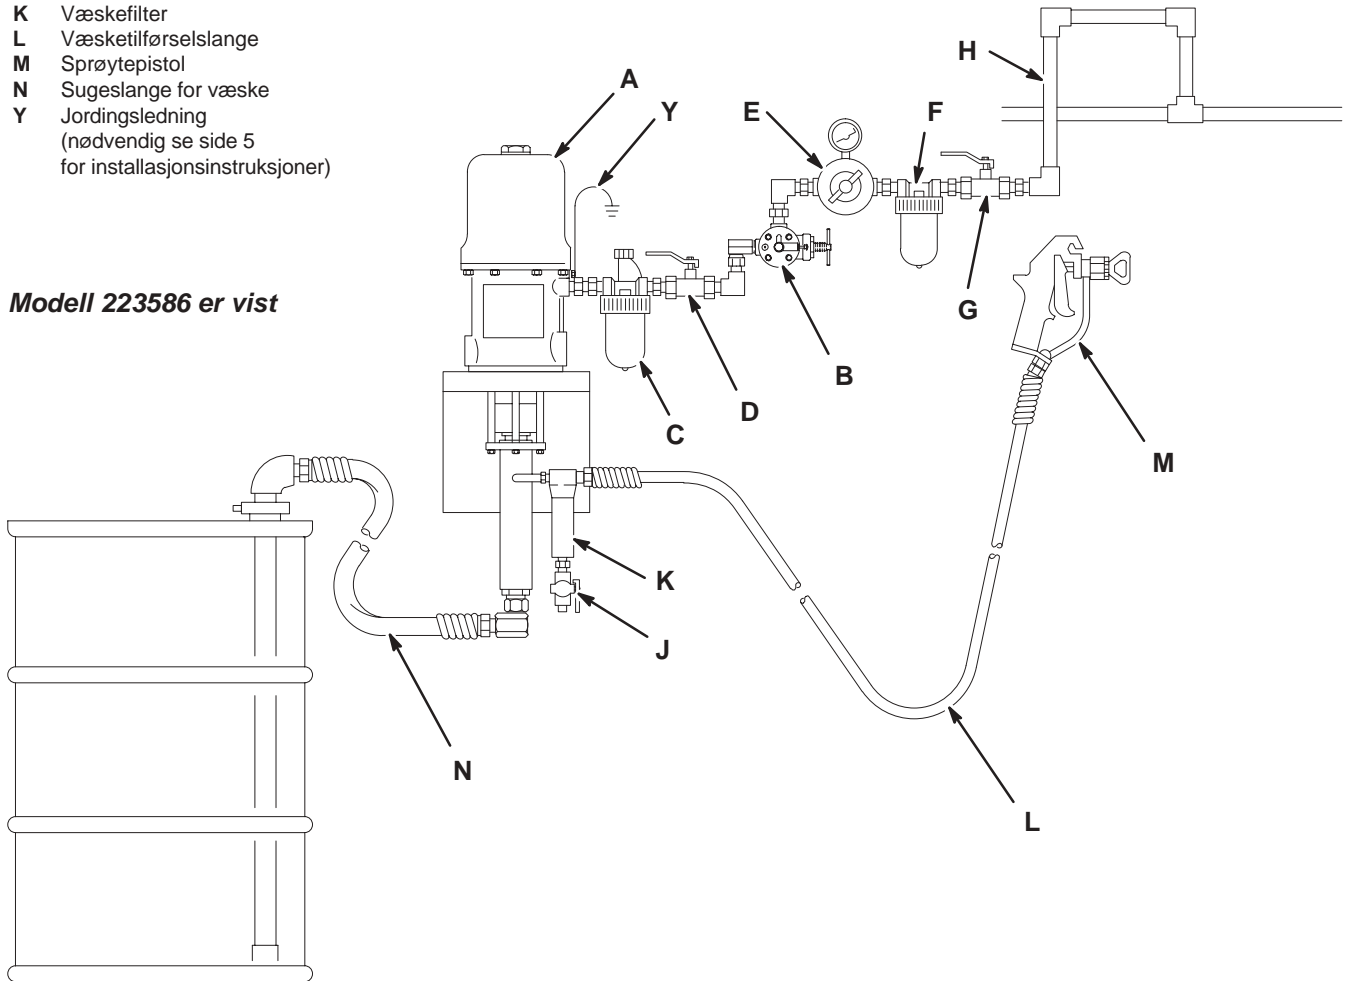

Fig. 2
Fig. 2 er kun en veiledning for valg og installasjon av deler og tilbehør i systemet. Henvend deg til din Graco-forhandler for å få hjelp til å skreddersy et system som passer til ditt spesielle formål.
Se tegningen over en Typisk installasjon (Fig. 2).
Monter følgende tilbehør i rekkefølgen som er vist i Fig. 2. Bruk adaptere der det er nødvendig:
- **En trykkavlastingsventill (J)** er nødvendig å ha i systemet for å avlaste væsketrykk i slange og pistol (se **ADVARSEL** til venstre). Trykkavlastningsventilen monteres slik at den peker nedover, men slik at hendelen peker oppover når den åpnes.
- **Et væskefilter (K)** filtrerer ut skadelige partikler fra væsken.
- **En sprøytepistol (M)** sprøyter væsken. Pistolen som er vist i Fig. 2 er en høytrykkspistol.
2. Steng hovedluftkventilen av avblåsningstypen (D, nødvendig å ha i systemet). Se Fig. 2.
Se Fig. 2 på side 7. Forsikre deg om at luftregulatoren (E) og hovedluftventilen av avblåsingstypen (D) er lukket. **Ikke monter dysen ennå!**
Rusningsventilen (B) til pumpen, som stenger av lufttilførselen til pumpen hvis pumpen akselererer ut over forhåndsinnstilt hastighet, kan leveres i tillegg. Se Fig. 2 på side 7. Kontakt din Graco-distributør for mer informasjon.